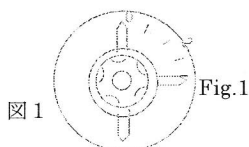

図1
- ① 置針のリングをゆるめて下さい。
- ② 指針が「0」位置にあることを確認して下さい。（図1）
- ③ グリップを握り右に回して締付けて下さい。
- [2] Check to be sure that the pointer rests at "U" position. (Fig.1)